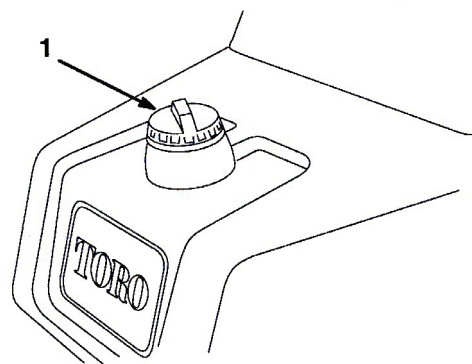

図15
- 燃料タンクのキャップの周囲をきれいに拭いてからキャップを取る（図15）。燃料を補給する時は、タンク上面から約25 mm下のレベルを超えて給油しない。これは、温度が上昇して燃料は膨張したときにあふれないように空間を確保するためである。燃料タンク一杯に入れないこと。